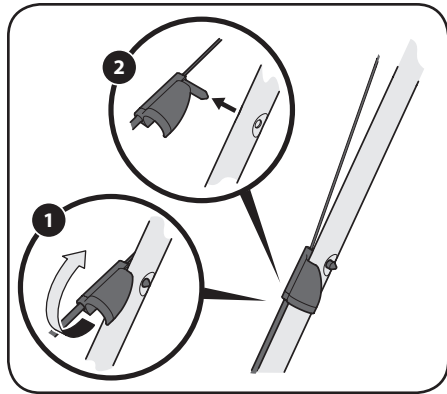

Figure 4-3
1. Faites pivoter le raccord du câble d'entraînement sur la poignée supérieure gauche vers le haut. Voir Figure 4-3.